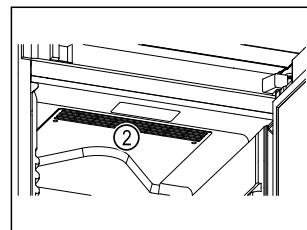

Fig. 66
- Lüftungsschlitz Fig. 66 (2) des Umluftgebläses im Innenraum freihalten.